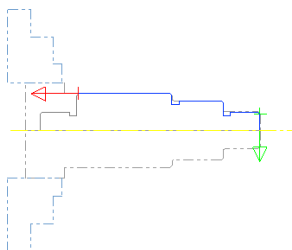

图 18.6 选取加工轮廓
Step2. 定义加工轮廓。在该对话框中选中“✓ 接续”复选框, 然后在图形区中依次选取图 18.6 所示的加工轮廓线。单击“✓”按钮, 系统弹出“车床-精车 属性”对话框。